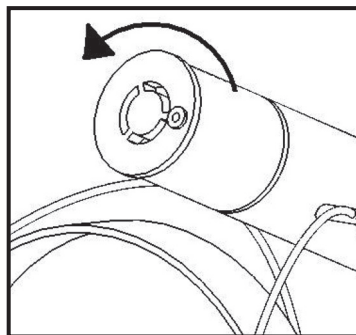

Figura 5: Extracción del módulo iluminador v600
- 4) Saque el módulo iluminador viejo del tubo óptico haciéndolo girar en el sentido opuesto a las agujas del reloj, como se halla indicado en la Figura 5.